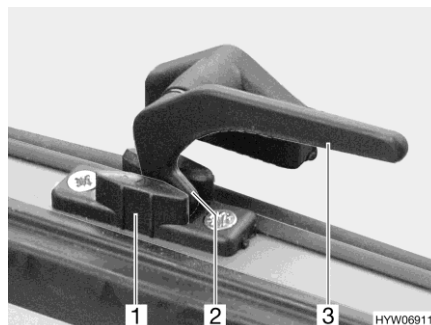

Fig. 40 Levier de verrouillage (position "Aération permanente")
- En position "Aération permanente" (Fig. 40)
- Tourner tous les leviers de verrouillage (Fig. 40,3) d'un quart de tour vers le centre de la fenêtre.
- Remettre tous les leviers de verrouillage en position initiale. Le tenon de verrouillage (Fig. 40,2) doit pénétrer alors dans le logement prévu à cet effet dans le verrouillage de fenêtre (Fig. 40,1).